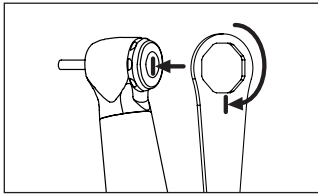

図 36
- 6 ヘッドキャップをヘッドキャップレンチでしっかりと締め付けます（図 36）。